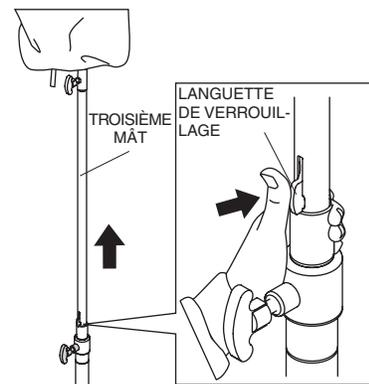

Figure 25. Abaisser le troisième mât
2. Appuyer sur la languette de verrouillage sur le troisième mât et abaisser le troisième mât. Voir Figure 25.